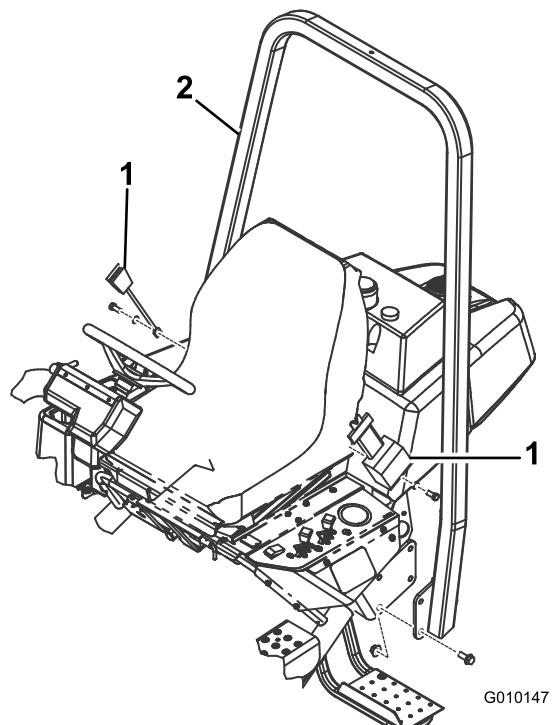

図 6
- ROPS フレーム（図 6）を取り付けブラケットの上に置いて取り付け穴をそろえる。